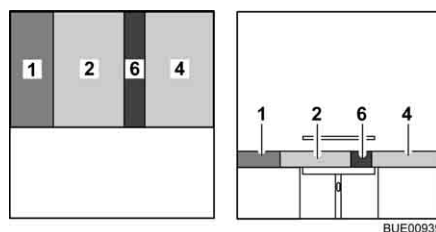

Fig. 94 Après la transformation
- Placer le coussin de dossier (Fig. 94,1) entre le coussin d'assise et la cloison.
- Placer le coussin supplémentaire (Fig. 94,6) entre les coussins d'assise (Fig. 94,2 et 4).